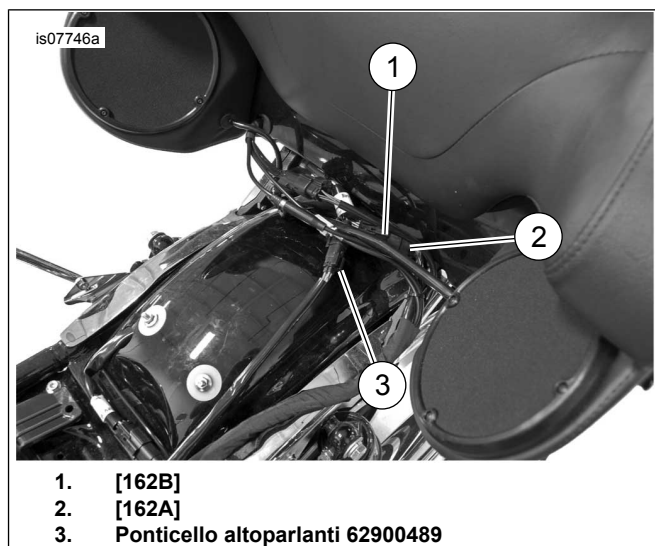

Figura 12. Interconnessione dei gusci degli altoparlanti posteriori
- 11. Vedere Figura 12 **Se in dotazione con SiriusXM:** ricollocare l'antenna SiriusXM con la staffa e seguire le istruzioni di quel kit. Installare il fusibile principale e verificare il funzionamento della radio.